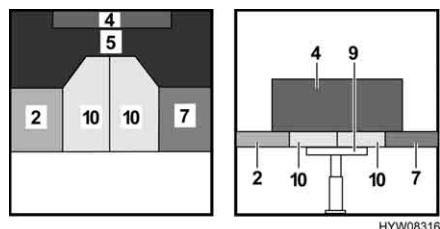

Fig. 56 Dopo la trasformazione
- Posizionare i cuscini aggiuntivi (Fig. 56, 10) tra i cuscini del divano (Fig. 56, 2 e 7) e il tavolo (Fig. 56, 9).